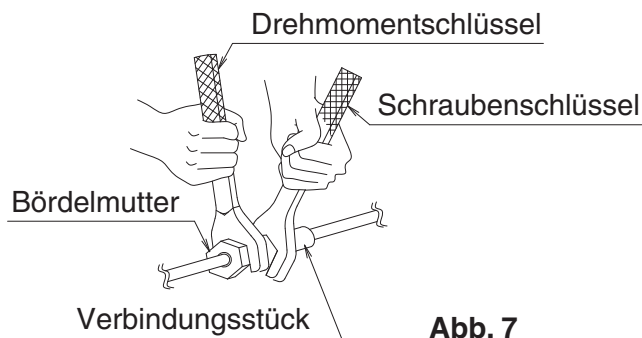

Abb. 7
- Verwenden Sie beim Anschließen der Rohrleitungen an das Klimagerät stets einen Schraubenschlüssel und einen Drehmomentschlüssel wie in **Abb. 7** gezeigt.